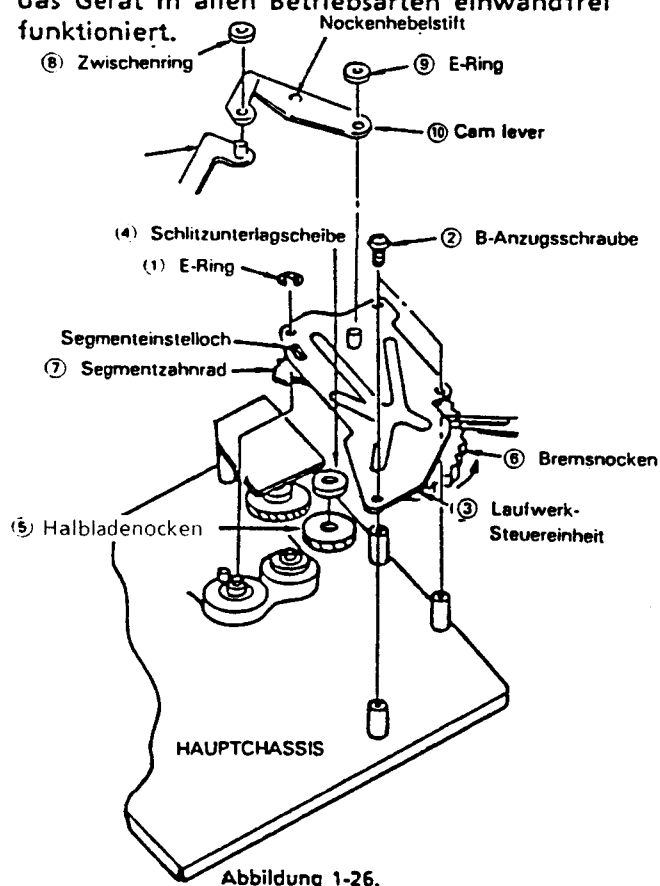

Abbildung 1-26.
• Ausbauen (Abb. 1-26)
2. Zwischenring ⑧, E-Ring ⑨ und Nockenhebel ⑩ entfernen.
3. Den E-Ring ① entfernen.
4. Die drei Schrauben ② (LX-HZ3027GEFD) entfernen.
5. Die Laufwerk-Steuer-einheit ③ entfernen.
• Einbauen (Abb. 1-26)
1. Die Schlitzunterlagscheibe ④ entfernen.
2. Halbladenocken ⑤ entfernen.
3. Die Gleitstück-einheit (A) 11 so einstellen, daß das Einstelloch ④ des Chassis auf die Einstell-löcher der Gleitstück-einheit und des Brems-antriebshebels 13 ausgerichtet ist. (Die Haupt-bremsfeder 14 entfernen, um die erwähnten Löcher einfacher aufeinander ausrichten zu können.)
4. Die Spannarmfeder entfernen, und die Ladezahn-räder (A) ⑥ und (B) ⑩ ganz in die Pfeil-richtung → ⑥ drehen, um das Gerät auf die Ent-lade-Betriebsart einzustellen.
5. Den Bremsnocken ⑥ der Laufwerk-Steuer-einheit in Pfeilrichtung drehen, bis sich das